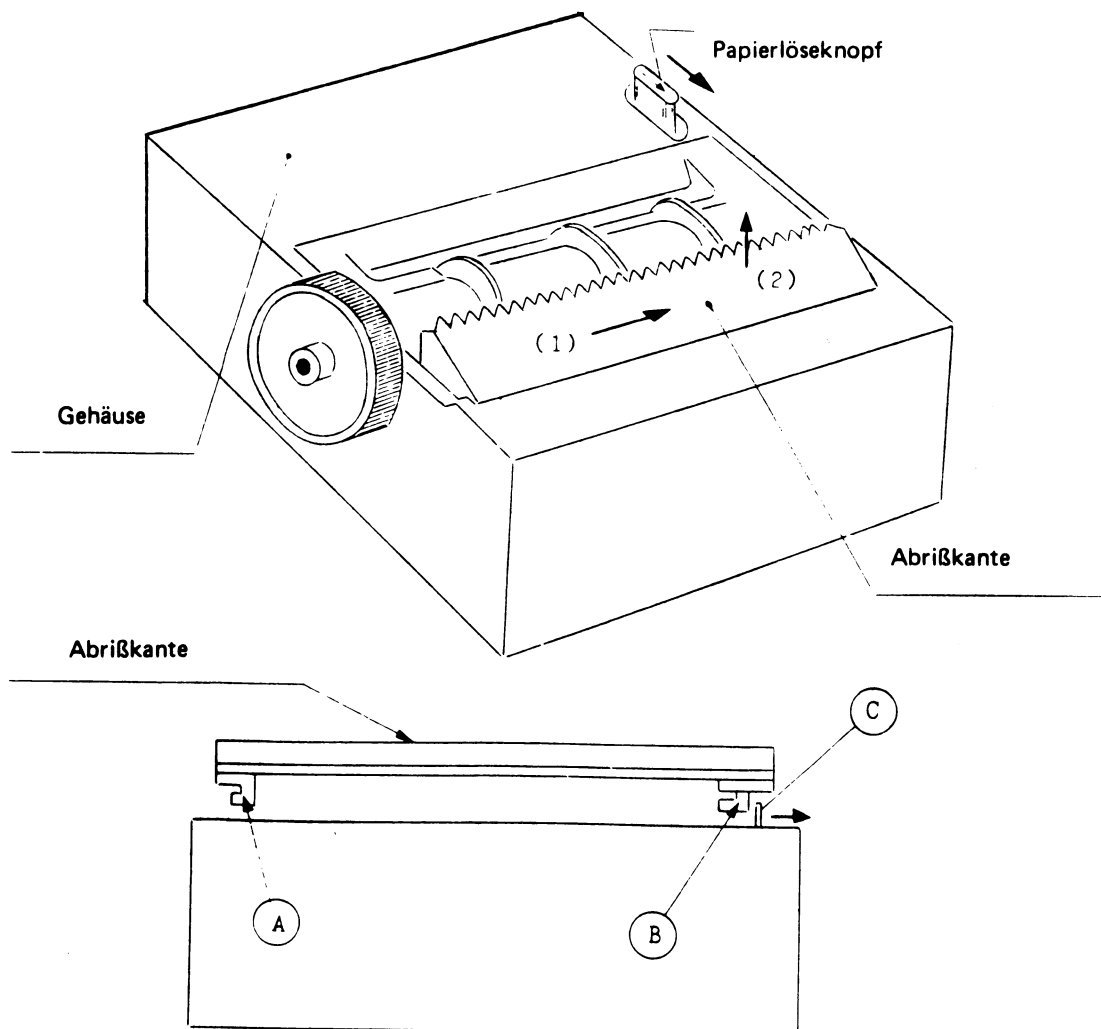

Bild 4
- f) Die Papierabrißschiene läßt sich wie folgt entfernen (Bild 4):